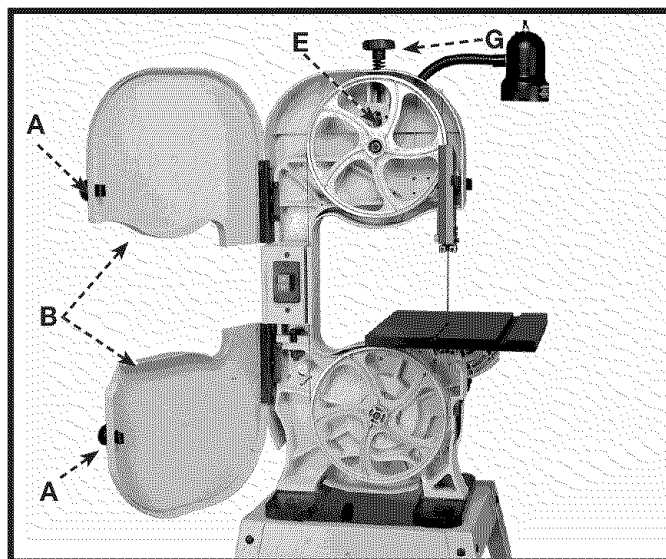

Fig. 35
1. Appuyer sur les loquets (A) fig. 35, ouvrir les portes (B).
3. Détendre la lame en desserrant la vis (E) et tournant le bouton de tension (G) fig. 35, en sens antihoraire.
9. Fermer les portes (B) fig. 35, avant d'utiliser la scie.